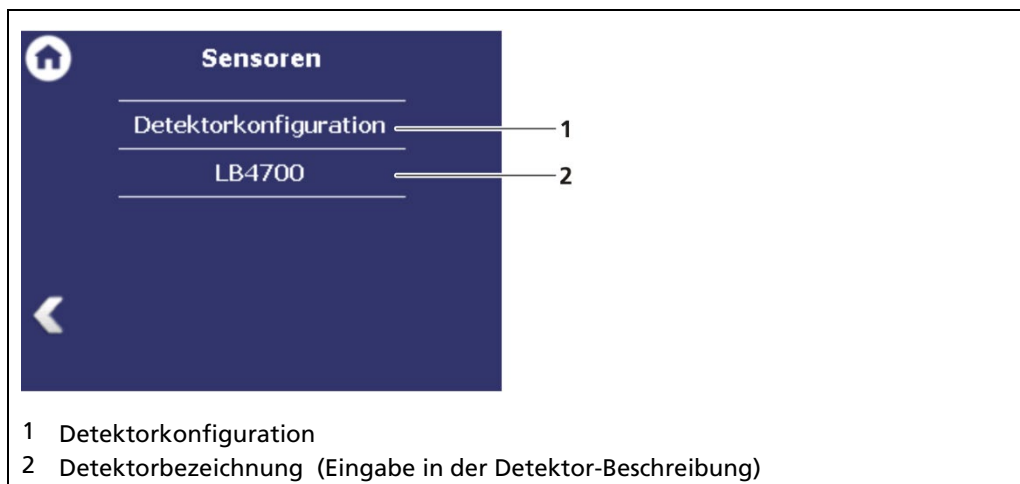

Abb. 52 Menü „Sensoren“
- Detektorkonfiguration (Abb. 52, Pos.1)
- Konfiguration des jeweiligen Detektors (Abb. 52, Pos.2)
Detektor-Beschreibung. Wird in Fehlermeldungen, Ereignis-Logs und in der Menüstruktur angezeigt (Abb. 52).